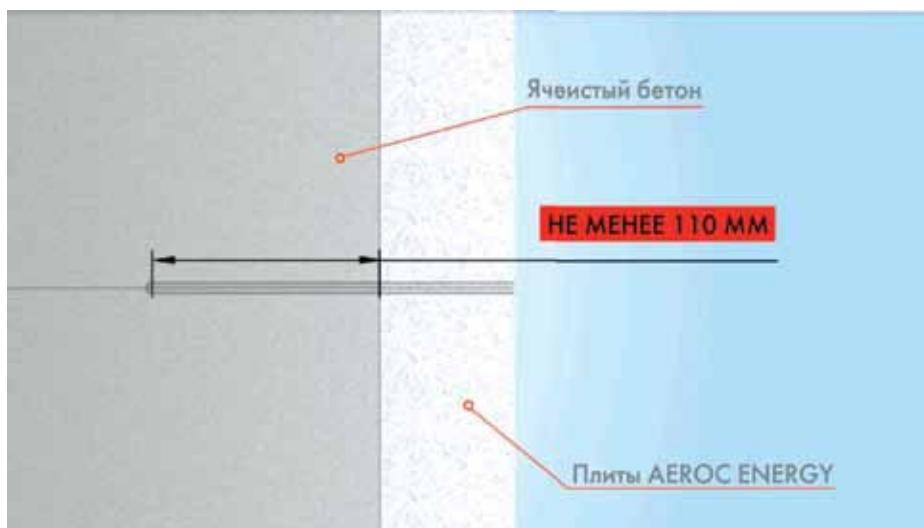

Рис. 7.13 Глубина анкеровки для ячеистого бетона
- не менее 110 мм – для ячеистого бетона. (рис. 7.13)